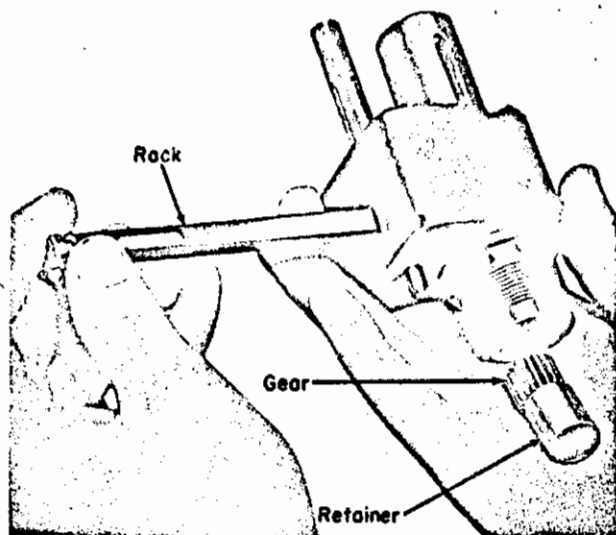

Fig. 8 – Quitando la cremallera, el engranaje y su retenedor.
9. Suéltese el cuerpo del inyector del tornillo de banco y poniendo debajo la mano libre, inviértase el cuerpo para sacar el retenedor de engranaje y el engranaje. Una vez quitado éste, puede sacarse la cremallera del cuerpo, Fig. 8.